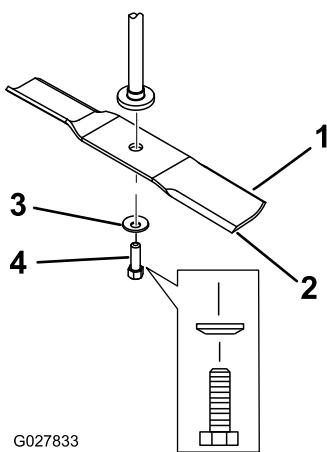

Figure 58
2. Enlevez de l'axe, le boulon, la rondelle bombée et la lame (Figure 58).
- Placez la lame sur l'axe (Figure 58).
- Montez la rondelle bombée (face concave vers la lame) et le boulon de lame (Figure 58).